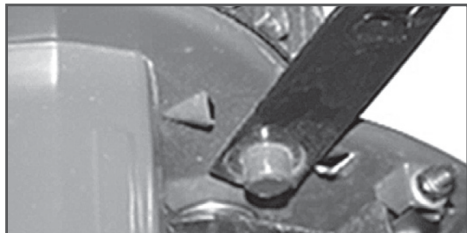

Рис. 3 Установка рукоятки на корпус газонокосилки
5. Совместите отверстия на нижнем конце нижней части рукояток с выступами на газонокосилке (Рис.3).